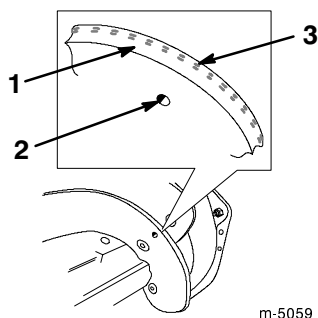

Figure 16
1. Examinez le bord de la pale neuve pour détecter la différence d'épaisseur des couches de caoutchouc (Fig. 16).
Montez les pales en dirigeant la couche de caoutchouc épaisse vers l'intérieur de la courbe (Fig. 16). L'usure des pales sera accélérée si vous les posez pas correctement.